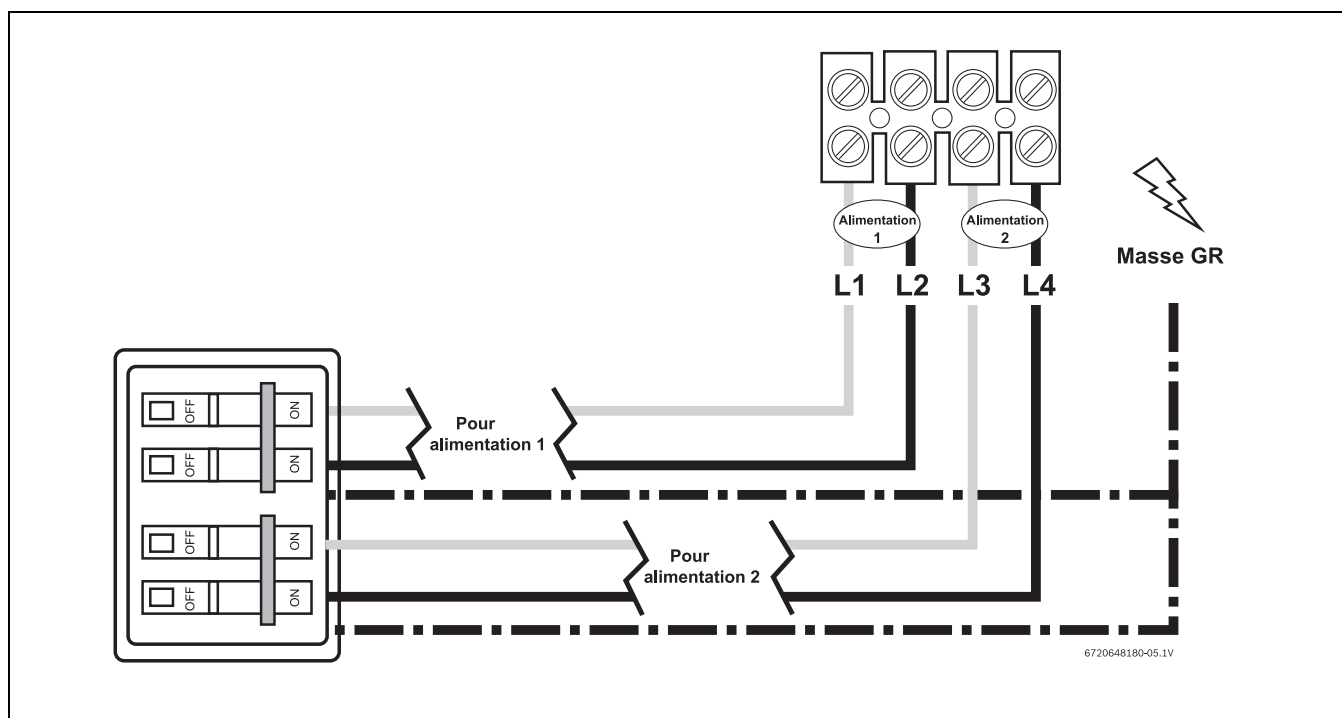
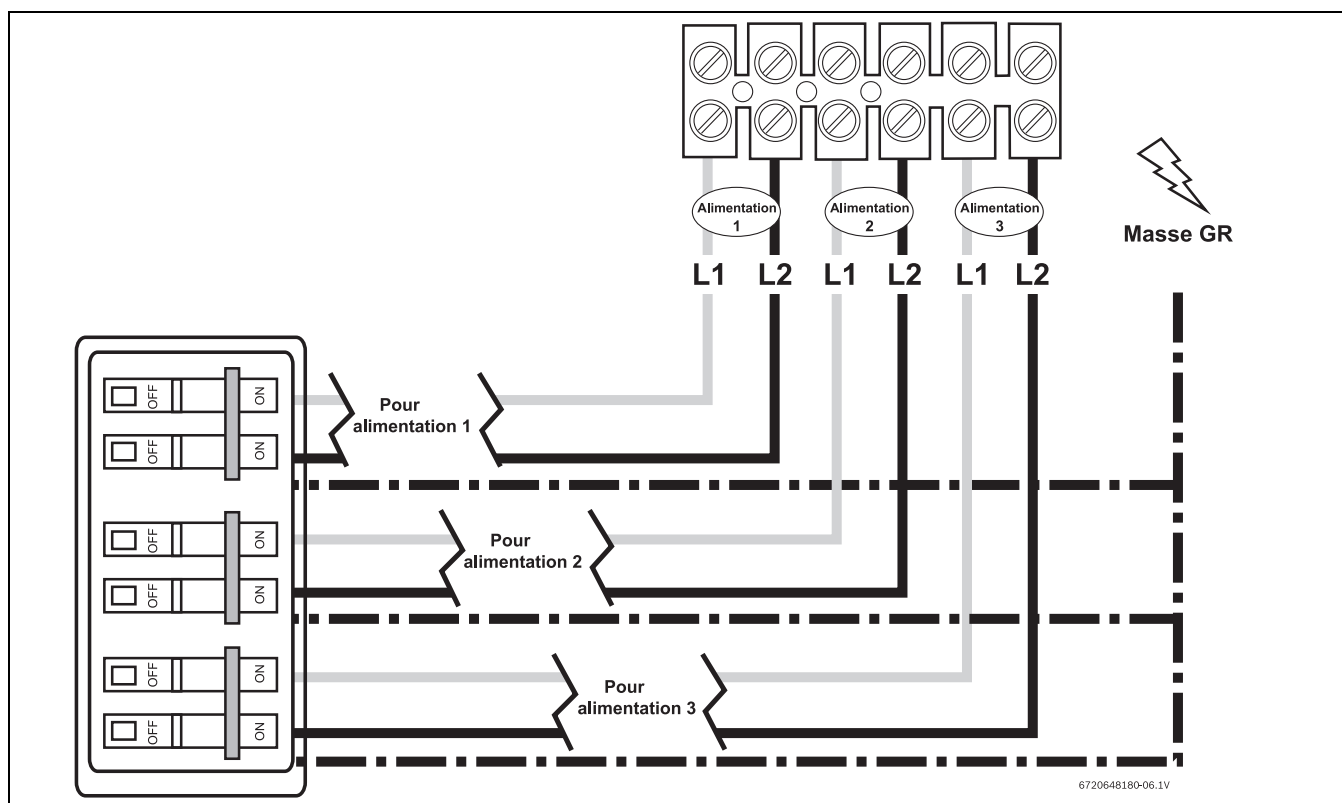

Fig. 7 Connexion au bornier AE115 (pour États-Unis)
Fig. 8 Connexion au bornier AE125 (pour États-Unis)
- Dénuder l'isolation des câbles électriques sur environ ½ pouces. Connecter les fils électriques aux bornes marquées " L1 " et " L2 ". Le AE115 a deux paires de fils électriques et le AE125, trois paires. (Voir Fig. 7 et Fig. 8, page 15).
- Toutes les isolations des fils de terre doivent être retirées sur environ ¾ pouces. Les câbles de masse doivent être raccordés à la borne à trou marquée " GR ". (Voir Fig. 7 et Fig. 8, page 15).